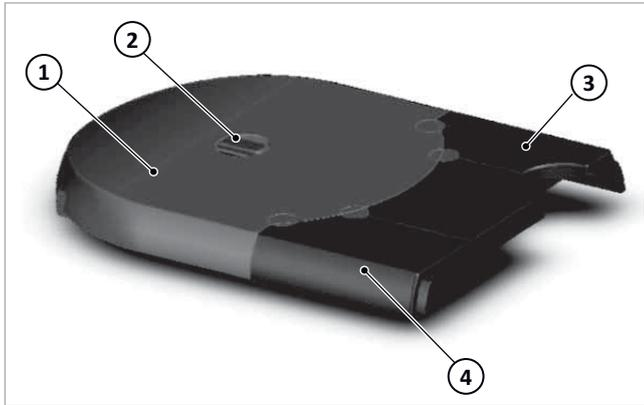
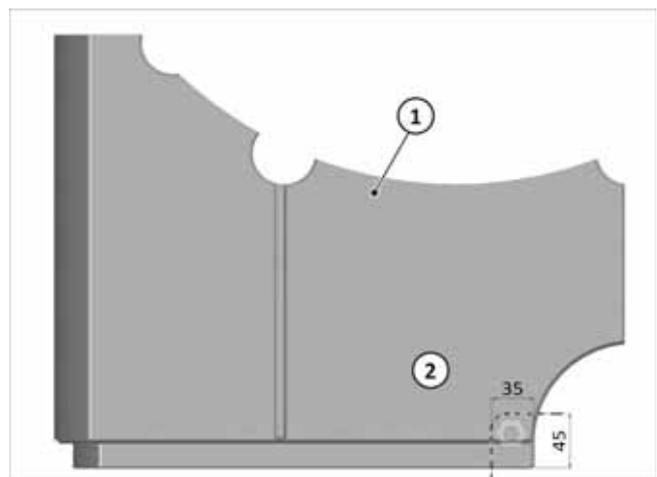

Fig. 108: Isolamento superiore SolvisBen
Fig. 112: Se necessario, tagliare l'accesso della tubazione del gas
1. Gli isolamenti superiori della WWS → fig. 108 (4) e HKS → fig. 108 (3) devono essere montati inserendoli dall'alto.
2. Prendere l'isolamento del contenitore → fig. 108 (1) e rimuovere delicatamente con un coltello affilato i quattro espansi della WWS (5) facendo leva sulle scanalature (6).
4. Posizionare l'isolamento del contenitore → Fig. 108 (1) sopra al contenitore.
- laterali a sinistra e a destra (1)
- centrale posteriore (2)
- centrale anteriore (3)
6. Posizionare l'isolamento superiore della HKS → fig. 108 (3).
7. In caso di posizionamento della tubazione del gas in alto, tagliare l'isolamento superiore della WWS (1, vedere anche → Fig. 108 (4)) prima del montaggio → Fig. 112 (sagoma in dotazione).
1. Posizionare l'isolamento superiore assemblato → Fig. 108 (1+2+3+4) completo sul contenitore.